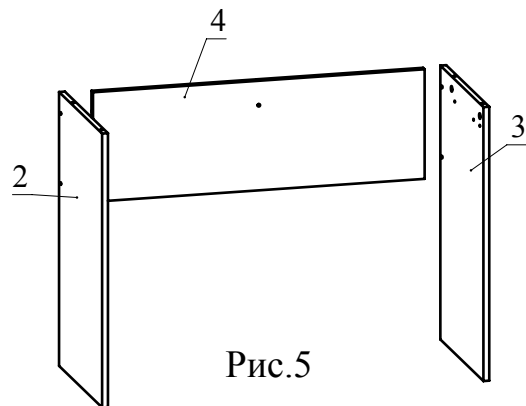

Рис.5
4. Соедините детали 2, 3 с деталью 4 при помощи конфирматов (Рис. 5).